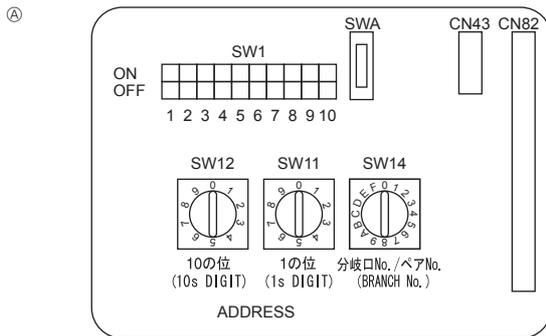

Fig. 6-4
- ④ Bornier du câble de transmission intérieur
⑤ Bornier du câble de transmission extérieur (M1(A), M2(B), ④ (S))
⑥ Télécommande
⑦ Récepteur de signal sans fil
⑧ Télécommande sans fil
6.5. Définition des adresses (Fig. 6-4)